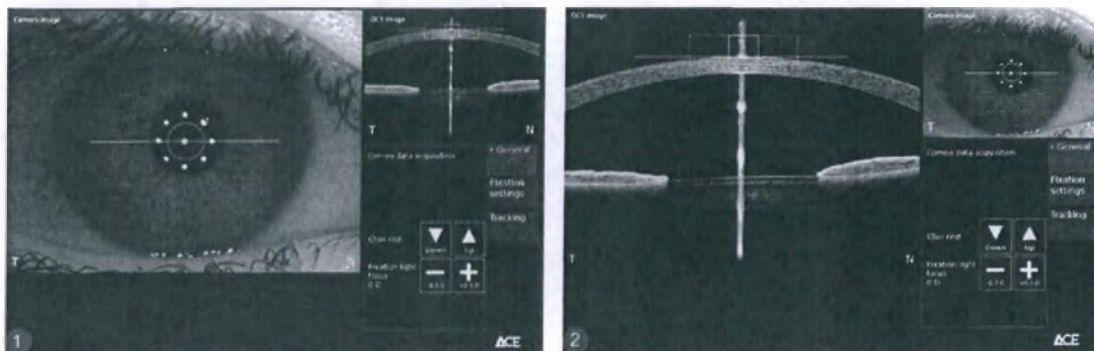

Рис. 19. Варианты отображения
По умолчанию изображение с камеры отображается увеличенным в окне сбора данных (рис. 19/1).
1. _► Чтобы увеличить ОКТ-изображение в окне сбора данных (рис. 19/2), коснитесь ОКТ-изображения.
2. _► Чтобы снова увеличить изображение, полученное с камеры (рис. 19/1), коснитесь изображения.